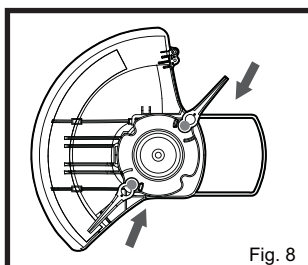

Fig. 8
2. Quite en el orden opuesto. (Fig. 8)